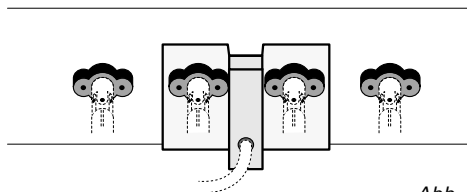

Abb. 9
5. Schrauben Sie die Befestigungsplatte und die Schaltachse wieder auf der Schaltblende fest (siehe Abb. 9). Achten Sie auf die richtige Montageposition der Schaltachse.